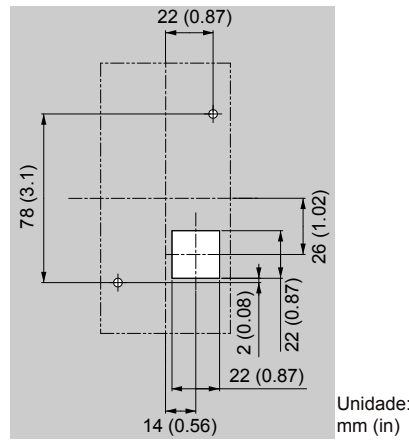

Figura 2.8 Dimensões de corte do painel (instalação de montagem externa/na superfície)
1. Corte uma abertura no painel do gabinete para o teclado HOA, conforme mostrado na Figura 2.8.